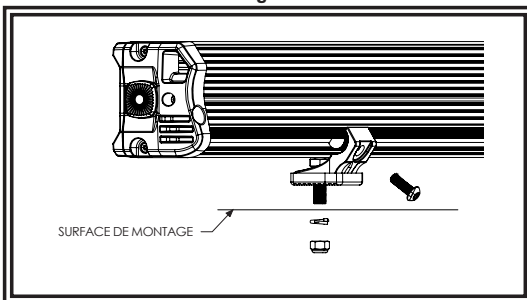

Figure 2
1. Insérer un boulon à tête hexagonale dans chaque support de montage arrière et fixer sans serrer les supports à l'arrière de la barre, à l'aide des boulons à tête bombée, comme indiqué en FIGURE 2.